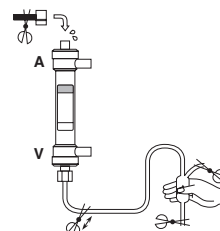

Fig.3/Abb.3/Εικ.3/Рис.3
- Conecte con cuidado la línea arterial llena de solución fisiológica salina al puerto arterial, con la debida precaución para evitar que ingrese aire al dializador. Si se observa alguna burbuja de aire en el puerto arterial, sáquela apretando la cámara de goteo venoso (Fig. 3).